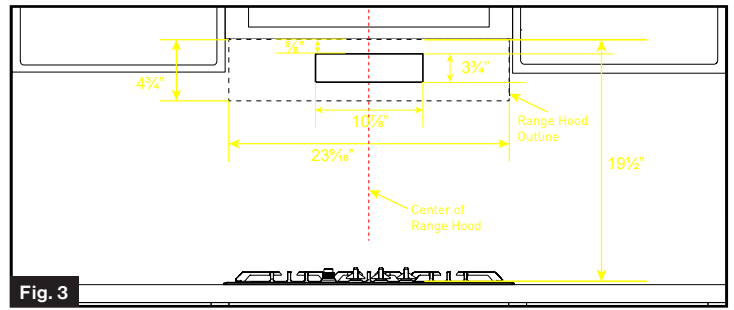

Fig. 3
Marque la línea central de la campana sobre la pared. (Fig. 3)
3. Marque y corte un agujero en la pared, siguiendo las dimensiones indicadas en la Fig. 3.